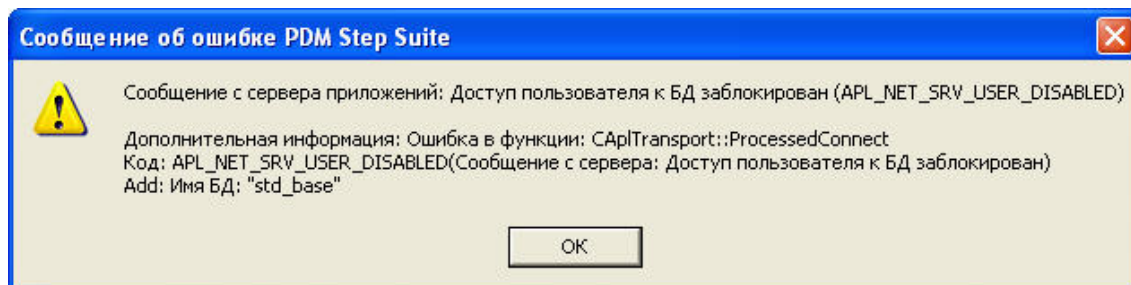

Рис. 2-5
- Если ваш доступ к БД заблокирован, то после ввода данных в окне **Установка соединения с БД** появится сообщение, представленное на рис. 2-5. В этом случае обратитесь к администратору БД.